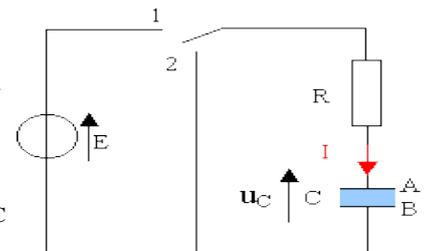

Figure 1.
1- **Charge de C à travers R:** on place l'interrupteur sur la position 1(Figure 1). On suppose qu'à l'instant initial (t = 0s) le condensateur n'est pas chargé (U_C (t = 0) = 0V). A l'instant t, on a:
2. **Décharge de C à travers R:** On place l'interrupteur sur la position 2 (Figure 1). A t = 0s, le condensateur est supposé complètement chargé (U_C(t = 0) = E). Dans l'équation différentielle précédente, le second membre est nul (E = 0). La solution de l'équation sera donnée cette fois par: